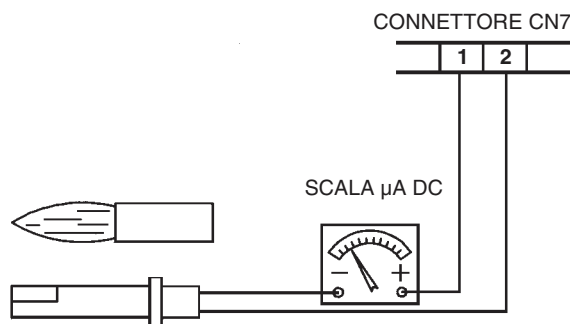

Fig. 25
- Examen y limpieza cuidadosa de la fotoresistencia de control de llama, si fuera necesario sustituirla. En caso de duda verificar la señal de encendido de la célula, después de haber puesto en funcionamiento el quemador, siguiendo el esquema en Fig. 25;